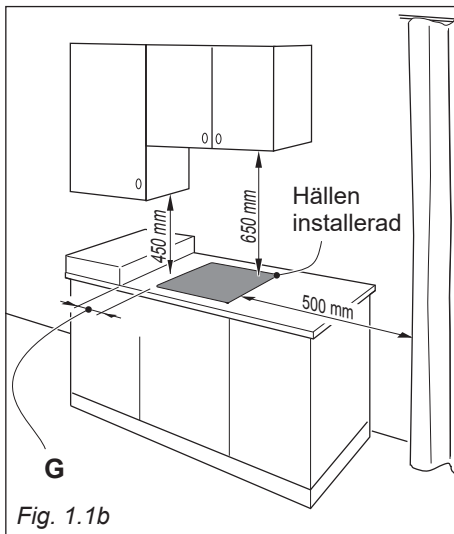

Fig. 1.1b
- Det ska vara ett min. avstånd mellan överskåp/fläkt och gashäll på 650 mm enligt fig. 1.1b.